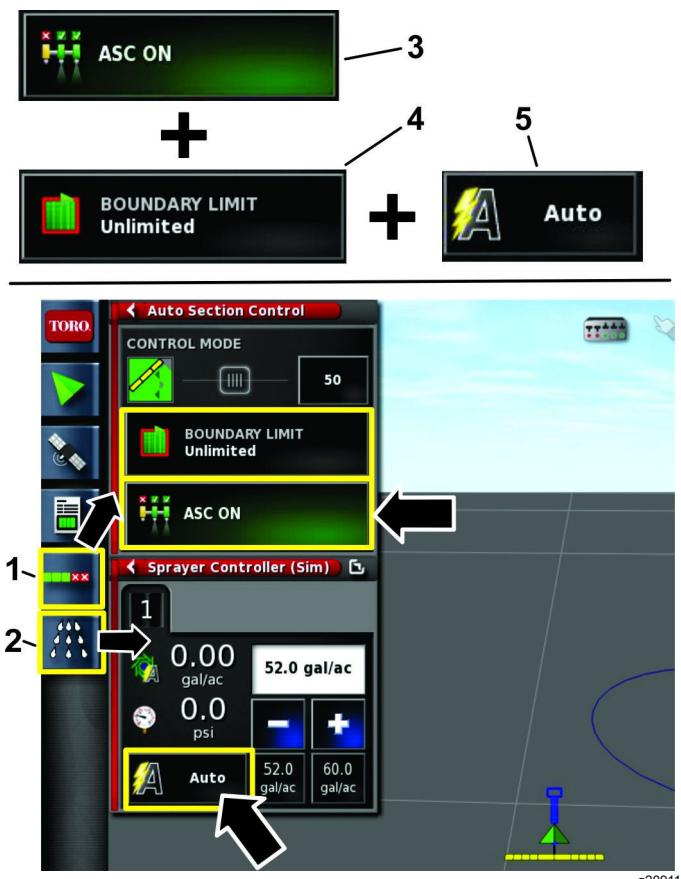

Figure 112
1. Appuyez sur l'icône CONFIGURATION DE COMMANDÉE SECTION AUTO et sur l'icône CONTRÔLEUR DE PULVÉRISATEUR (Figure 112).
2. Mettez l'icône ASC sur ACTIVÉ, réglez la délimitation à la position SANS LIMITE et mettez l'icône de régulation du débit sur AUTO (Figure 112).